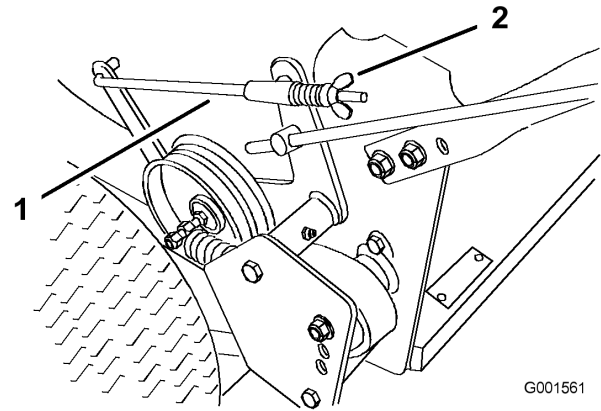

Figura 29
3. Para ajustar los frenos, gire las tuercas de orejeta de las varillas de freno (Figura 29). Gire las tuercas de orejeta en el sentido de las agujas del reloj para apretar los frenos; gírelas en el sentido contrario a las agujas del reloj para aflojarlas.